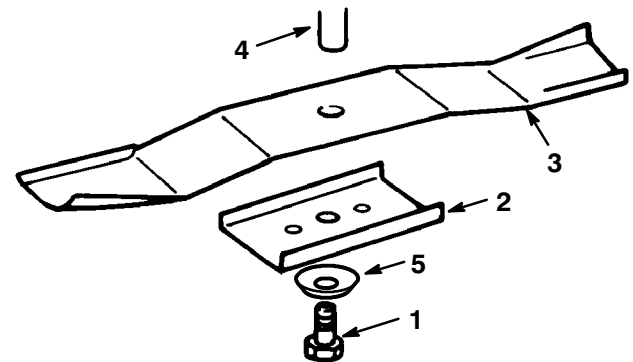

Bild 23
3. Entfernen Sie die Schraube (5/8"-Schlüssel), Scheibe, den Halter und das Schnittmesser (Bild 23). Sie können einen Holzklötz zwischen das Schnittmesser und das Schneidwerk keilen, um das Schnittmesser beim Entfernen der Schraube zu blockieren.